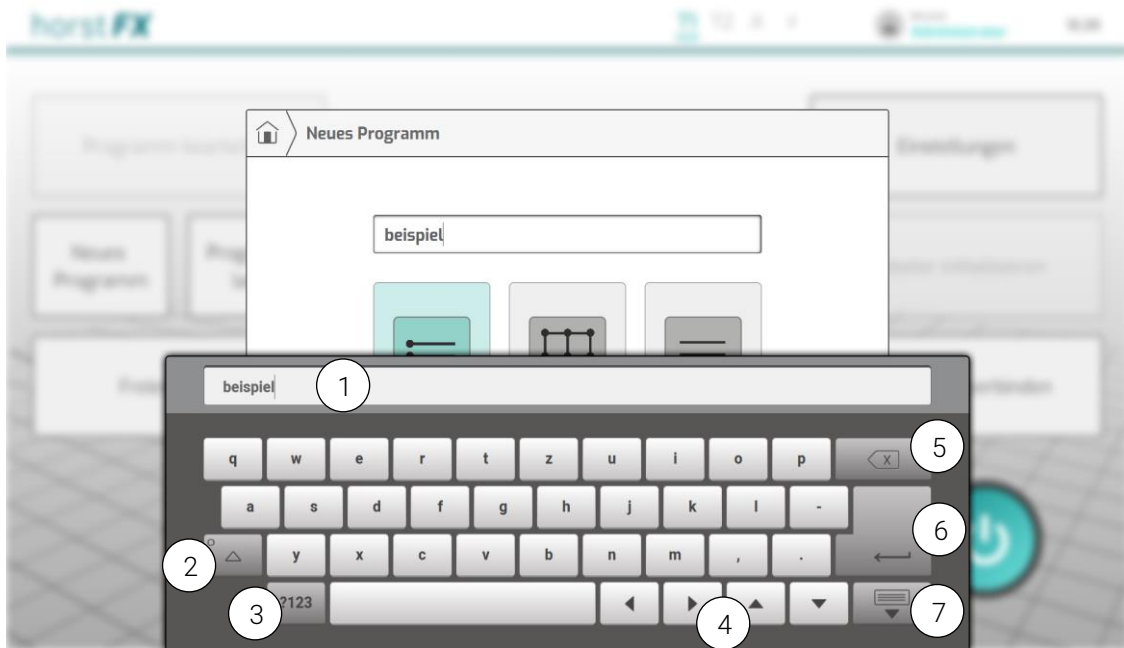
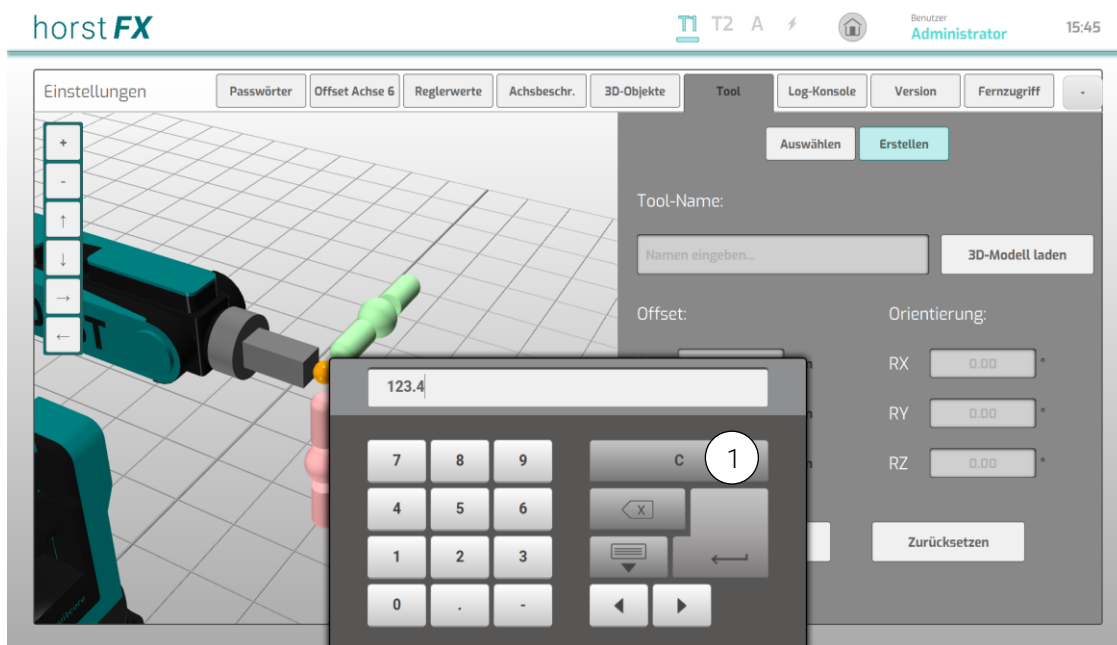

Abb. 3-5: Bildschirmtastatur für textuelle Eingaben
Abb. 3-7: Bildschirmtastatur für numerische Eingaben
Wenn in horstFX Eingaben vorgenommen werden müssen, wird dies durch eine Bildschirmstastatur ermöglicht. Es gibt die Standard-Bildschirmstastatur für textuelle Eingaben (s. Abb. 3-5) und eine kleinere Bildschirmstastatur für die Eingabe von numerischen Werten (s. Abb. 3-7). Je nach Typ des Eingabefeldes erscheint automatisch die richtige Bildschirmstastatur.
Die Tasten der numerischen Bildschirmstastatur besitzen die gleiche Funktionalität wie die Tasten der Standard-Bildschirmstastatur. Sie hat lediglich eine weitere C-Taste, mit welcher die komplette Eingabe gelöscht werden kann (s. Abb. 3-7, (1)).